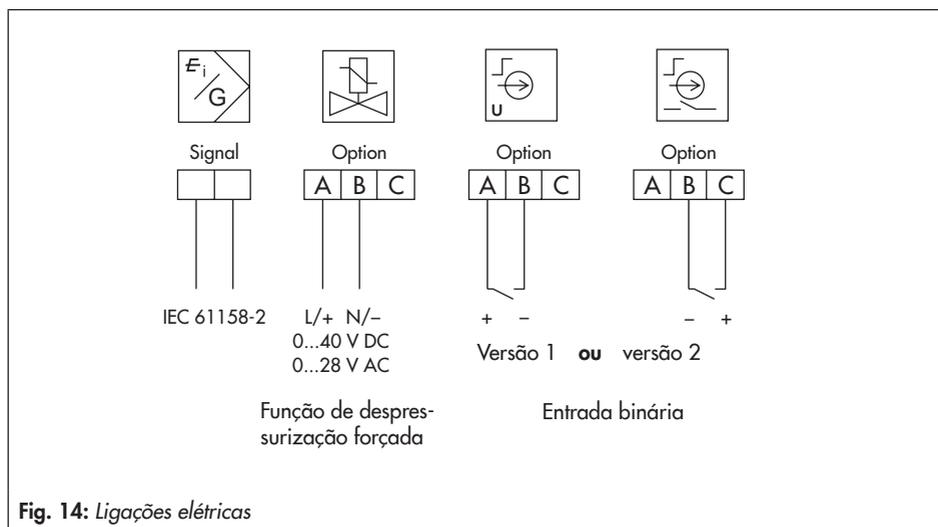

Fig. 14: Ligações elétricas
Apenas uma entrada binária (versão 1 ou versão 2) está disponível (consulte a Fig. 14 na página 50).
3. Ligue os fios aos terminais, como mostrado no esquema de ligações para os terminais (consulte a Fig. 14 na página 50).